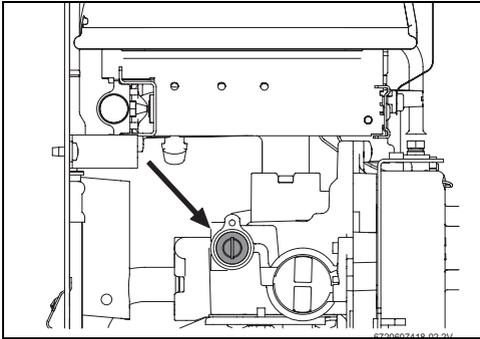

Fig. 14 Tornillo de ajuste de caudal de gas máximo
- ▶ Desmontar la cubierta del tornillo de ajuste de gas (→Fig. 14).